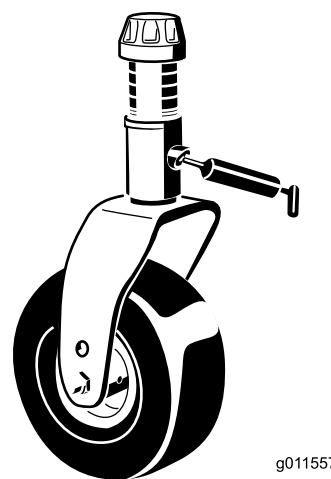

Figura 83
- Casquillo del eje de la horquilla de la rueda giratoria (1) (Figura 83)
- Casquillo del pivote del brazo tensor — situado en el brazo tensor (1)